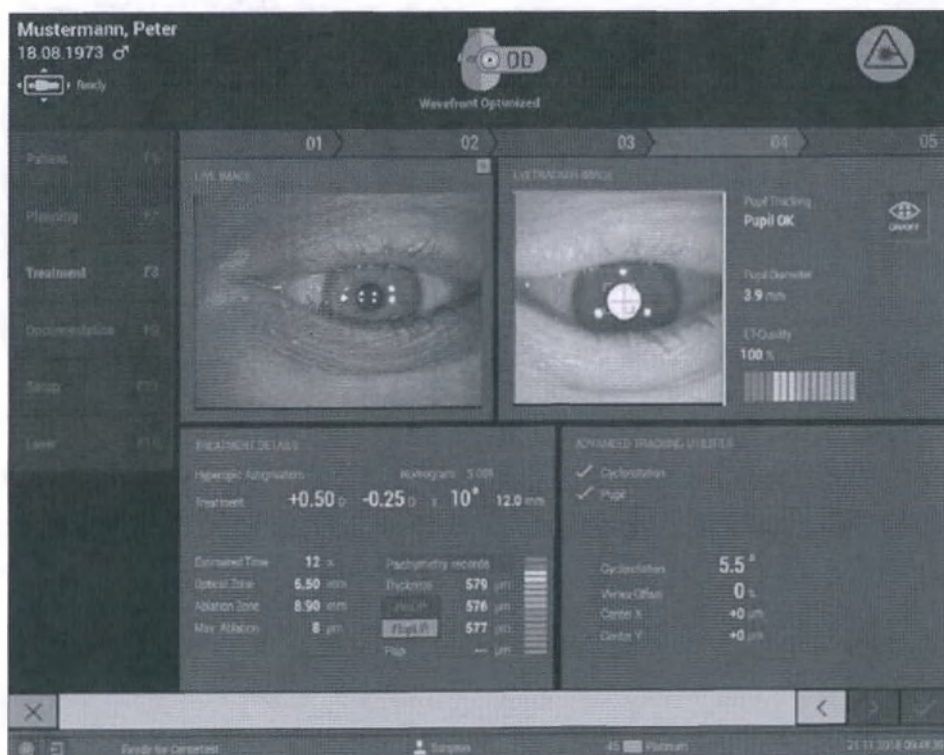

Рисунок 186: Окно лечения – Wavefront Optimized – этап 04 – проверка центрации
- Для подтверждения центрации, нажмите на кнопку  для перехода к следующему этапу. Отображается «окно лечения – Wavefront Optimized– этап 04 – проверка центрации» (смотрите рисунок 186 на странице 202).